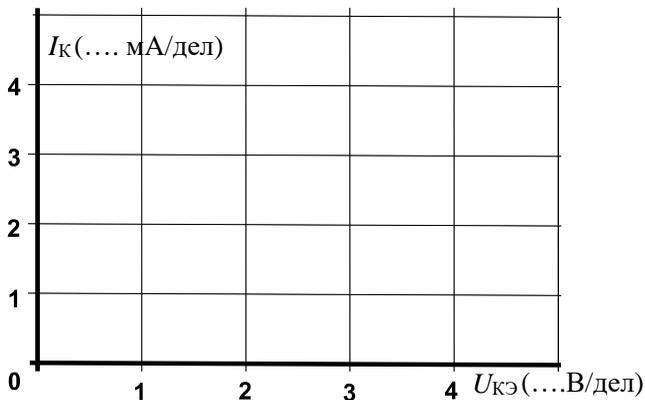

Рисунок 4
1.4. Регулируя ток базы от 0 до максимального значения и наоборот, наблюдайте за изменением кривой  $I_K(U_{КЭ})$  на осциллографе. При нескольких значениях тока базы (включая нулевое и максимальное) перерисуйте кривую  $I_K(U_{КЭ})$  с осциллографа на рисунок 4. Не забудьте указать масштабы по осям и токи базы для каждой кривой.